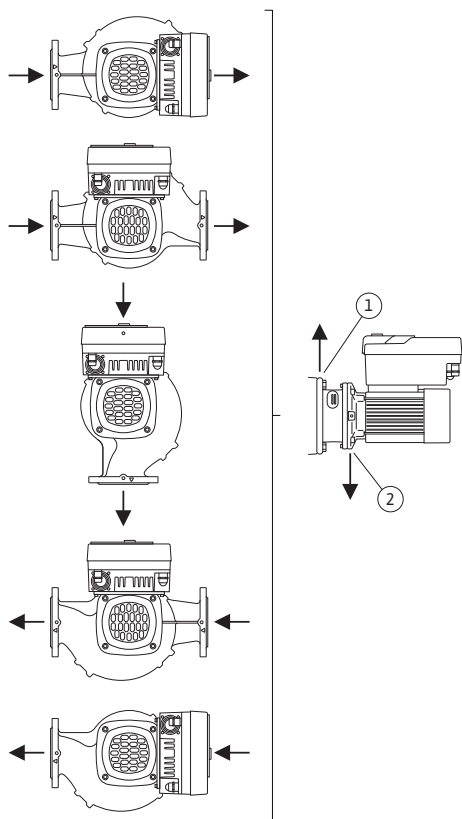

Fig. 17: Допустими монтажни положения с хоризонтален вал
- При хоризонтален моторен вал отворите за кондензата трябва да бъдат разположени надолу (Fig. 17, поз. 2). При необходимост моторът трябва да бъде завъртян.